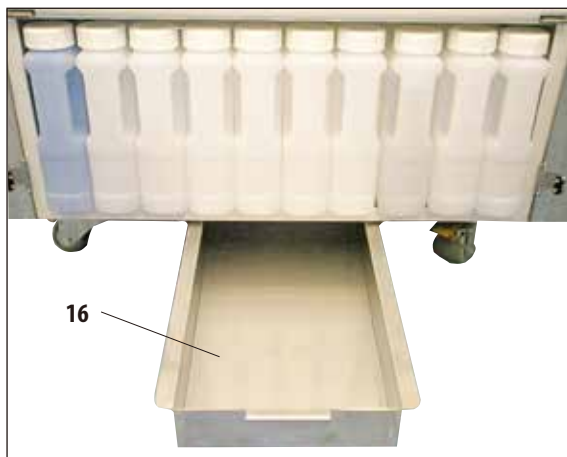

Рис. 230
Регулярно проверяйте приёмную ёмкость (16) на наличие пролившихся реактивов (рис. 230). Это **рекомендуется** делать по завершении программ инфильтрации и очистки, чтобы пролитый реактив не мог испариться.
- Для этого выдвиньте ванну за рукоятку вперёд (рис. 230) и при необходимости опорожните.